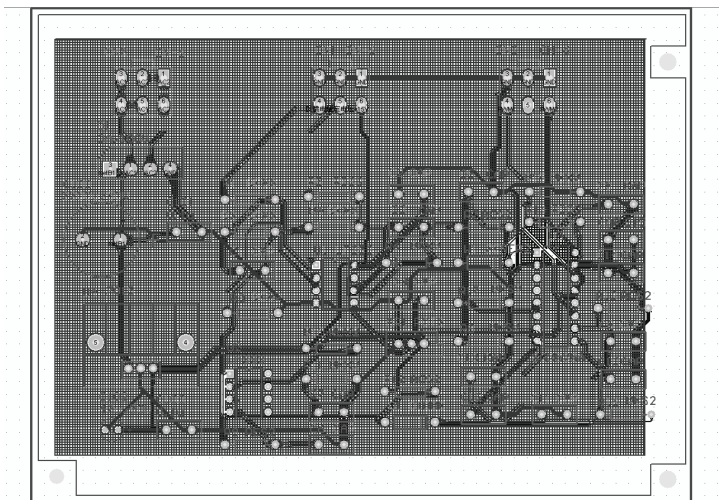

图 6-101 敷铜后的 PCB
6) 选择“Place”→“Polygon Plane”命令进行敷铜处理。通常敷铜时，顶层和底层的敷铜均与“GND”相连，这样可以提高 PCB 的抗干扰能力。在“Connect to Net”下拉列表框中选中“GND”，然后分别选中“Pour Over Same Net (相同的网络连接一起)”和“Remove Dead Copper (去掉死铜)”复选框，在“Layer”下拉列表框中选择“Top Layer”，其他设置项可以取默认值。然后再切换到“Bottom”层进行敷铜处理。敷铜后的 PCB 如图 6-101 所示。